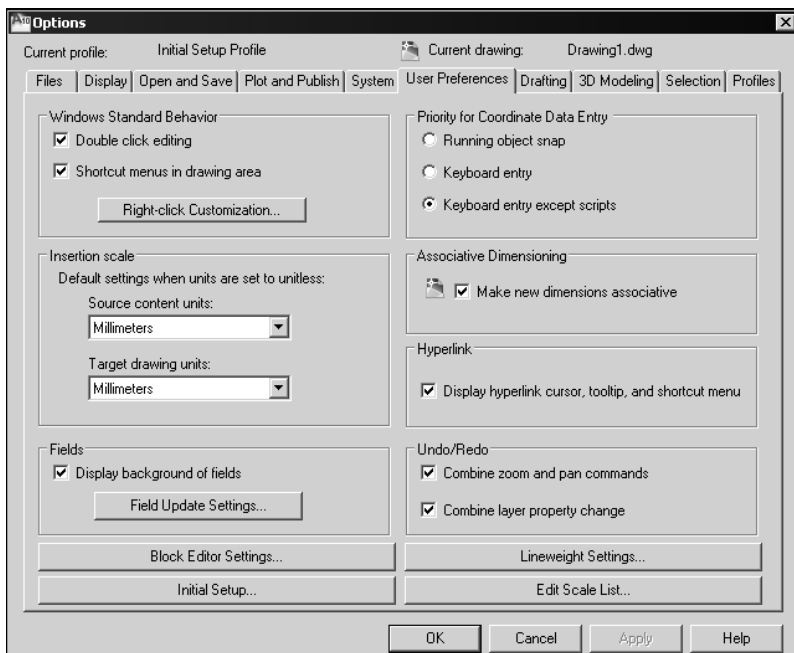

Рис. 1.3. Вкладка User Preferences диалогового окна Options
3. В диалоговом окне с таким же названием откройте вкладку **User Preferences** (Пользовательские) и щелкните кнопку **Initial Setup** (Предварительная настройка) в нижнем левом углу этого окна (рис. 1.3).